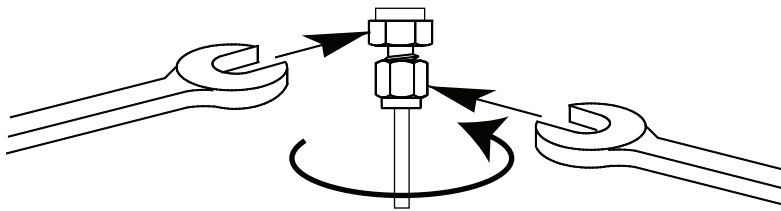

図 26 最終の締め付け
- 9 1/8 インチ Swagelok フィッティングでは、スパナ 2 本を使用して、フィッティングを 3/4 回転締めます (図 26 を参照)。